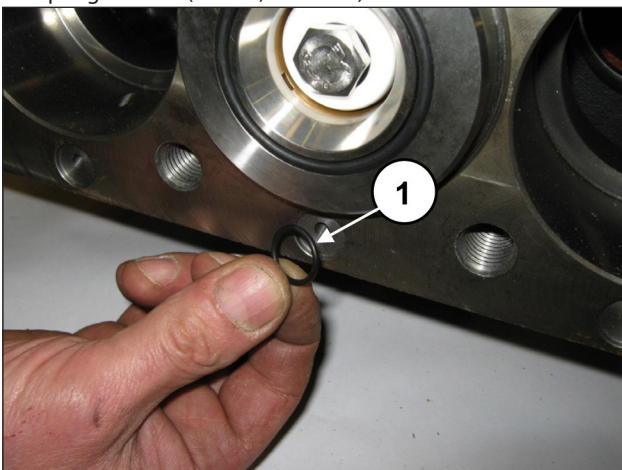

Abb. 161
Montieren Sie die 6 frontseitigen O-Ringe des Pumpengehäuses (Pos. ①, Abb. 161).